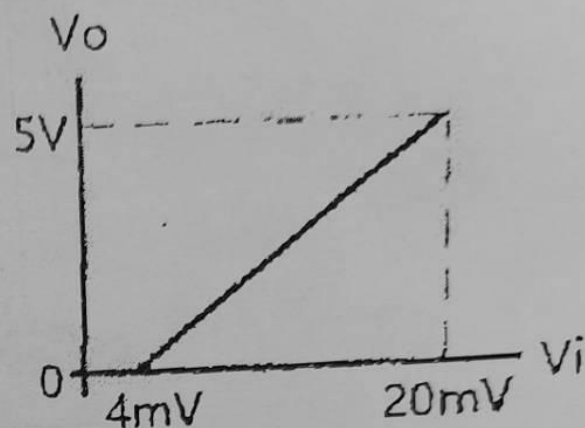

图 4
- 1、某传感器输出信号电压范围 $4\text{mV} \sim 20\text{mV}$ ，其输出电阻为 $100\text{k}\Omega$ 。用集成运放设计一个线性放大器，放大器的输出电压为 $0\text{V} \sim 5\text{V}$ ，输入、输出信号电压传输特性如下图 4 所示。